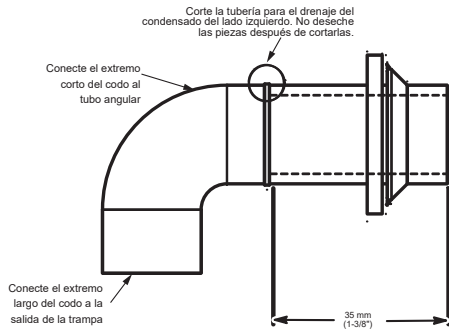

Fig. 17 – Modificación del codo de goma de drenaje
3. Para acoplar la tubería Z a la trampa de condensación y al exterior del calefactor hay que modificar el codo de goma de drenaje formado como se muestra en la Fig. 17.
4. Para retirar la arandela formada del codo de drenaje de goma, corte el codo a lo largo de la línea vertical situada a 1-3/8 in (35 mm) aproximadamente de la arandela. Consulte la Fig. 17. **NO DESECHE LA ARANDELA FORMADA NI EL CODO DE GOMA.** Utilizará ambas piezas.
SUGERENCIA DE LOS CONTRATISTAS: Cuando se instale el calefactor en posición horizontal, utilice todo el codo de drenaje (es decir, NO lo corte como se muestra en la Fig. 17), para conectar la trampa a la línea de drenaje. Esto ayuda a evitar que los golpes y sacudidas que pueda sufrir la línea de drenaje dañen la trampa de drenaje